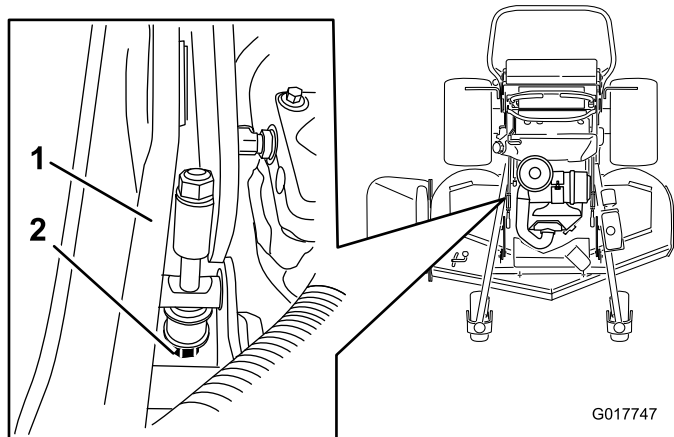

Figure 96
5. Si ce n'est pas le cas, localisez la tige de réglage de hauteur de coupe sur le côté droit de la machine (Figure 96).
6. Ajustez le boulon de réglage jusqu'à obtenir 7,6 cm (3") à la pointe des lames (Figure 96).